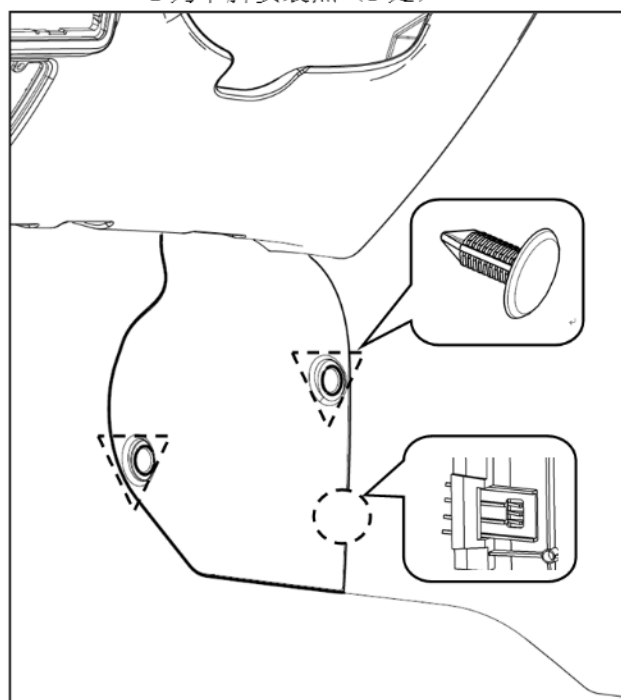

图1-1-9-1仪表板中左下护板安装结构示意图
- (1) 用头部缠绕柔性胶带(或其它柔性产品)的一字螺丝刀小心的撬起并取下图1-1-9-1所示的2个卡扣;
- (2) 沿缝隙小心的撬起仪表板中左下护板与下本体之间配合的一个卡脚,当卡脚脱开时取下中左下护板。